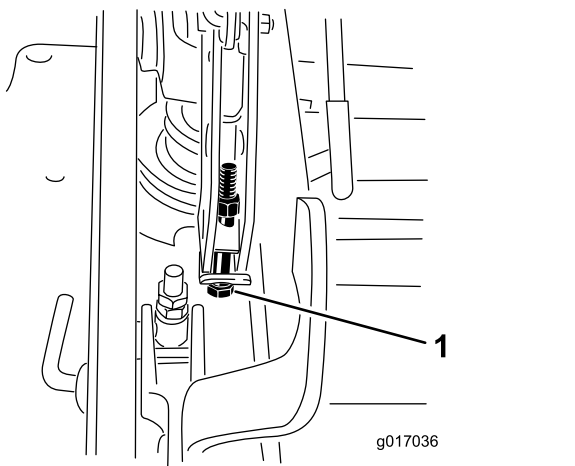

Figure 90
12. Si le tablier est trop bas, serrez le boulon de réglage monopoint dans le sens horaire. Si le tablier est trop haut, desserrez le boulon de réglage monopoint dans le sens antihoraire (Figure 90).